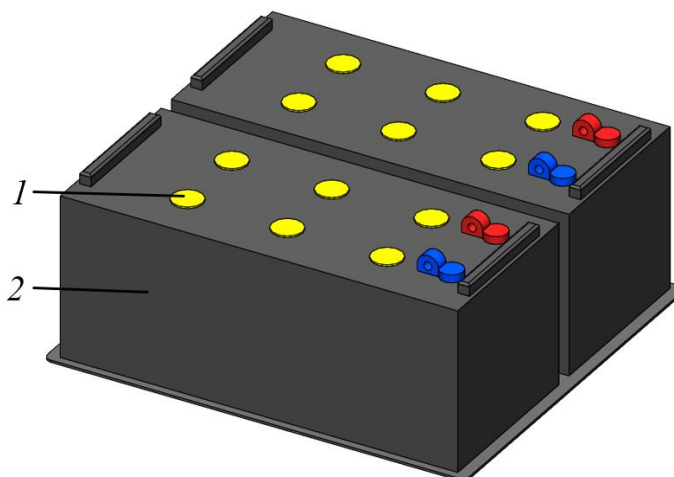

Рисунок 5.68. Аккумуляторные батареи
- ▶ Открыть пробки наливных горловин во всех отсеках (для открытия вращать пробку против часовой стрелки) аккумуляторной батареи рис. 5.68.